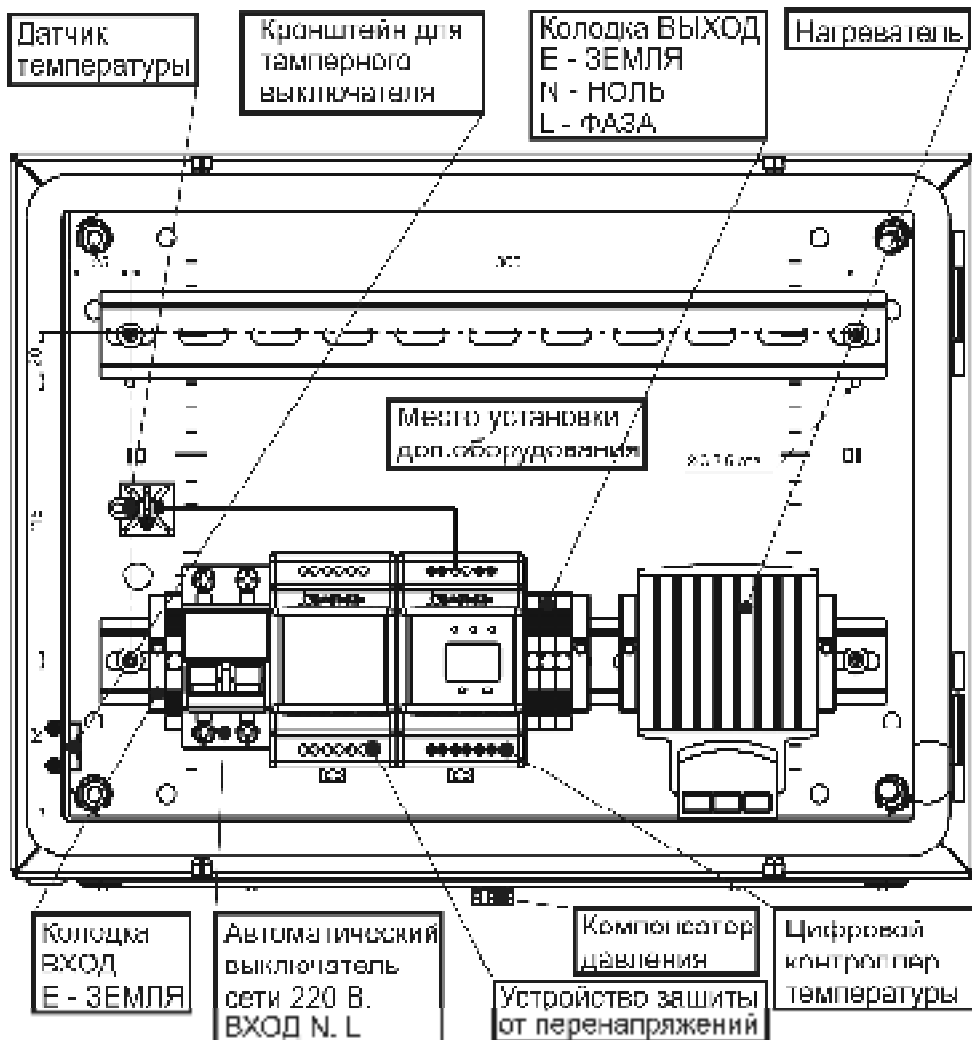

Рисунок 2 – Вид изделия с открытой дверцей
- клеммным колодкам ВХОД и ВЫХОД~ 220В (см. рисунок 2).
Выполните подключение внешних цепей к изделию в соответствии с назначением клемм подключения (см. рисунок 2) в следующей последовательности:
- Провод заземления подключите к клемме E (ЗЕМЛЯ) на колодке «ВХОД» (см. рисунок 2).
- Подключите, соблюдая фазировку, к клеммам автоматического выключателя сетевые провода N (НОЛЬ) и L(ФАЗА) (см. рисунок 2).
- В случае необходимости установите тамперный переключатель (входит в комплект поставки) на специальный кронштейн (см. рисунок 2), используя входящий в комплект крепеж.